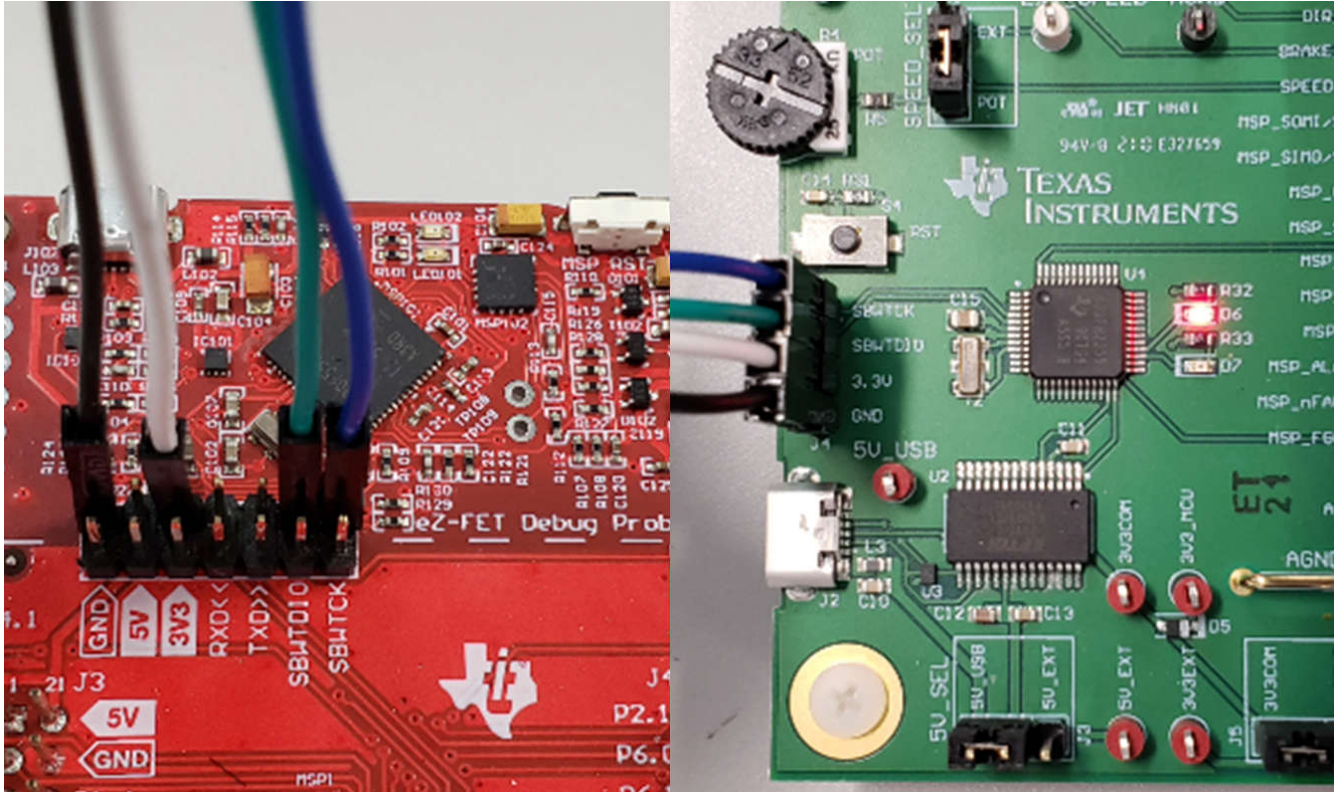

图 3-3. MSP430 LaunchPad™ eZ-FET 探针连接到 MCF8315PWPEVM
2. 将 GND、3V3、SBWTCK 和 SBWTDIO 信号 LaunchPad eZ-FET 侧的顶部引脚连接到 MCF8315PWPEVM 的 J4 上的各自引脚，如表 3-1 和图 3-3 所示。